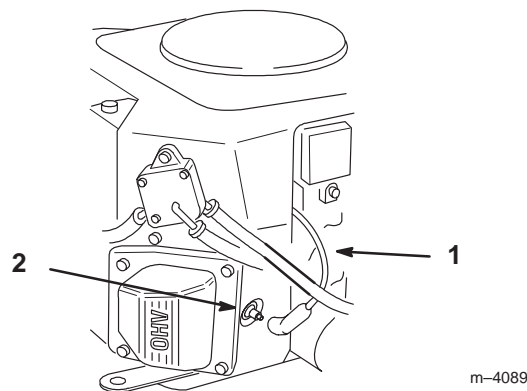

Figure 37
2. Débranchez les fils des bougies (Fig. 37). Nettoyez la surface autour des bougies pour éviter que des impuretés n'endommagent le moteur en tombant à l'intérieur.